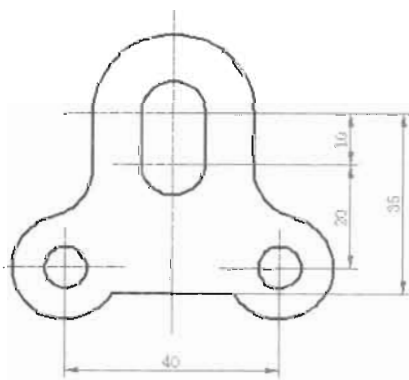

图 10-75
(3) 继续使用线性尺寸标注方法创建其他的线性尺寸标注, 如图 10-75 所示。